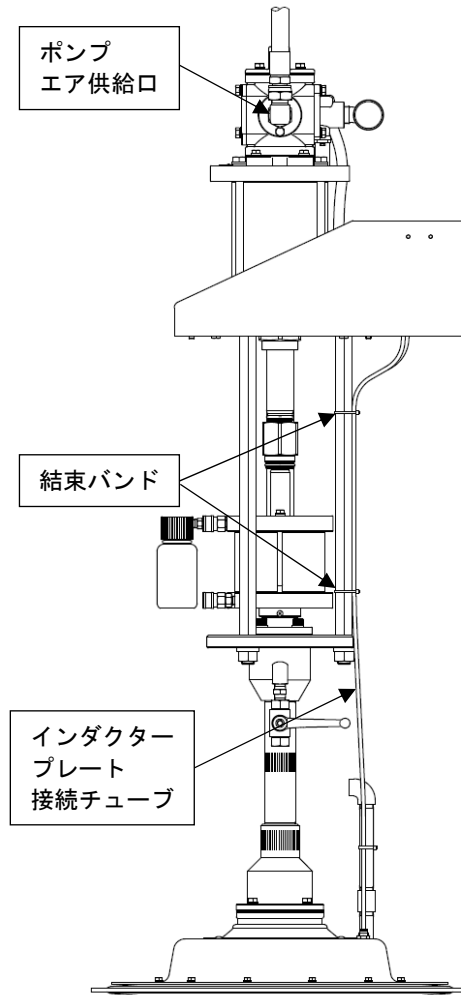

Fig.12
- 3) ポンプのエア供給口に接続されているホースを外してください。（Fig.12）
- 4) インダクタープレートに接続されているチューブ2本を抜き、ポンプの3本スタッドに留められている結束バンド2か所からもチューブを抜いてください。（Fig.12）